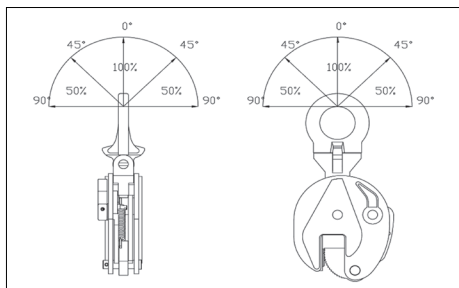

RYS. 7
Przegub zaciskowy umożliwia obracanie i/lub przechylanie arkusza bez odrywania go od podłoża i bez przekraczania pionu. (rys. 7); ponownie, ładunek musi być prawidłowo i bezpiecznie uchwycony (rys. 8).
- UWAGA:** w odniesieniu do minimalnego obciążenia roboczego należy wziąć pod uwagę, że podczas operacji obrotu/pochylenia płyty o 180°, dopóki jeden koniec ładunku znajduje się na podłożu, podczas gdy ładunek jest obracany z pozycji poziomej do pionowej, akcesorium będzie przenosić tylko część obciążenia (rys. 7).